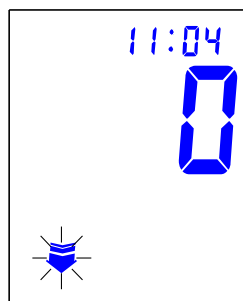

Рис. 6-1
- b. После чего, на измерителе давления установится нулевое значение давления. См. Рис. 6-1.